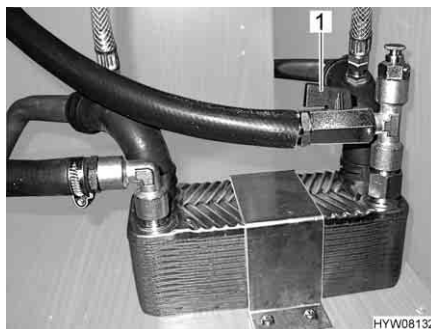

Fig. 74 Scambiatore di calore Alde
**Accensione:** ■ Posizionare la maniglia (Fig. 74,1) del rubinetto di chiusura parallelamente alla tubazione.
**Spegnimento:** ■ Posizionare la maniglia (Fig. 74,1) del rubinetto di chiusura verticalmente rispetto alla tubazione.